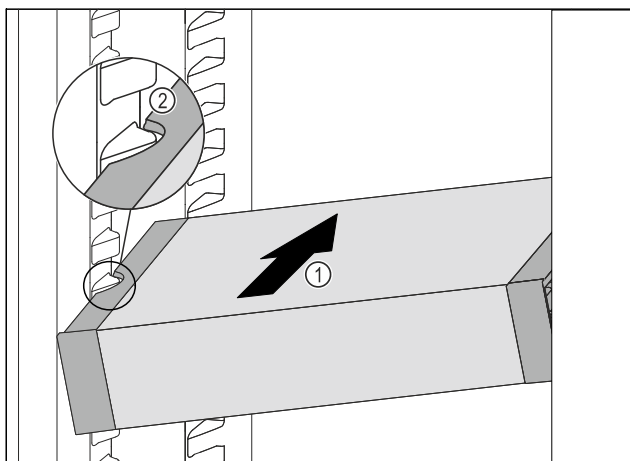

Fig. 196
- Вставити висувний ящик VarioSafe під кутом в охолоджувальне відділення Fig. 196 (1), доки бокові поглиблення Fig. 196 (2) VarioSafe не будуть розташовуватися на рівні ребра для ємності в охолоджувальному відділенні.